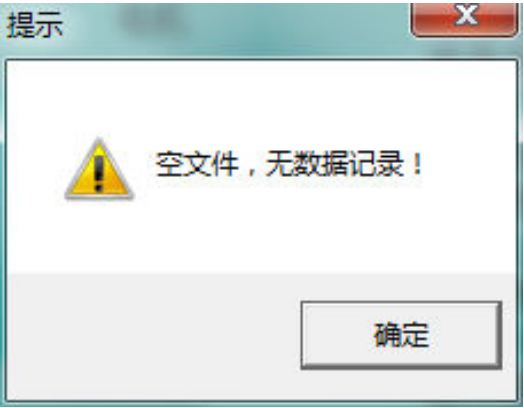

图 3
2. 输入文件名 **Demo**（程序默认打开安装目录中的 Config.DZS）点击 **保存** 弹出提示框，见图 3，提示新建工程为空白工程。